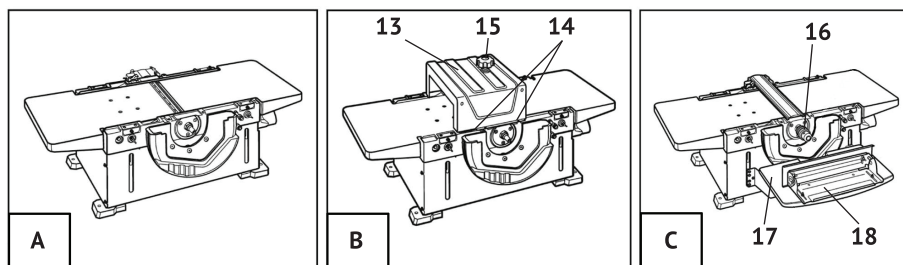

Рис. 2
4.2 Общий вид режимов работы станка схематично представлен на рис. 2 (а; b; c)